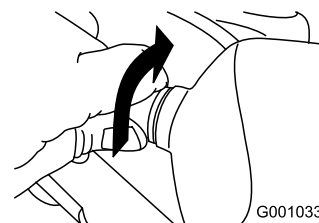

Figure 58
2. Tournez la base de l'ampoule dans le sens anti-horaire jusqu'à la butée (Figure 58).